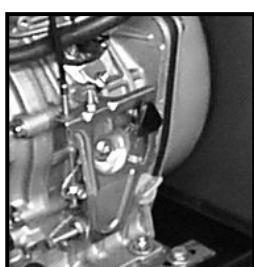

Рис.7
2) Двигатель Йанмар: перевести рычаг акселератора, расположенного на двигателе (смотри рис. 7), вверх; дождаться полной остановки двигателя; перевести ключ в положение "OFF".